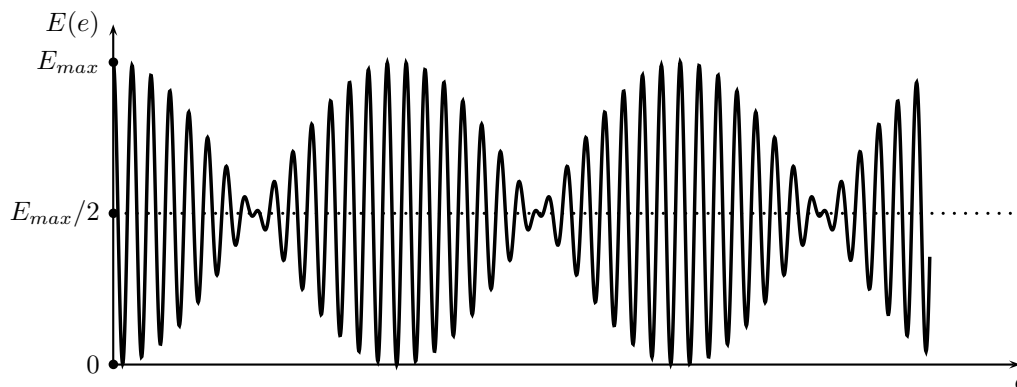
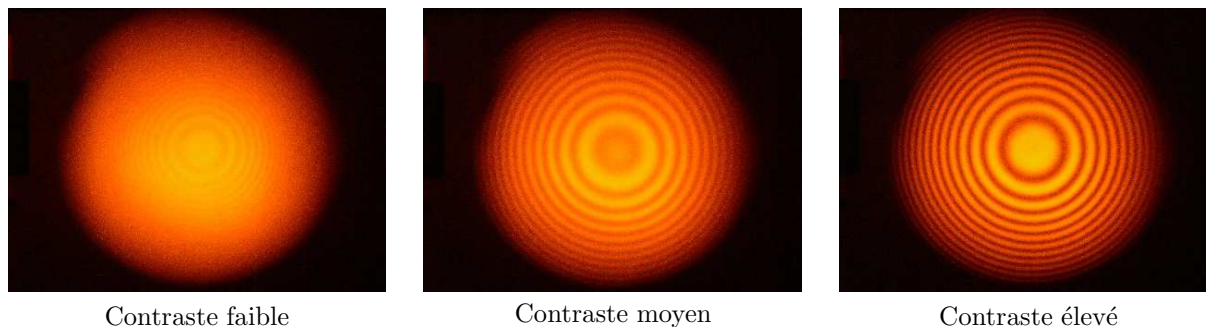

FIGURE 3 – Éclairement dans le cas du doublet du sodium
FIGURE 4 – Évolution du contraste en fonction de la position du miroir mobile
9. La courbe d'éclairement de la figure 3 donne une idée de l'évolution de l'éclairement en fonction de l'épaisseur  $e$  de la lame d'air. Sur cette courbe, indiquer les valeurs particulières de  $e$  qui annulent le contraste et l'écart qui existe entre deux valeurs successives de  $e$  pour lesquelles  $C(e) = 0$ .
10. Sur les photographies de la figure 4, on peut voir trois situations distinctes de contraste. Attribuer chacune des photographies à une zone de la courbe d'éclairement de la figure 3.